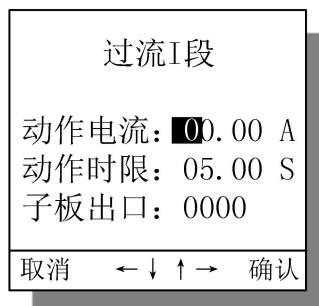

图 19 具体保护定值整定界面
- 2) 具体保护定值整定。在完成上一步后，用户可操作方向键[▲]、[▼]来移动光标到具体保护条目上，接着按[+]键进入具体保护定值整定界面。在定值整定界面，用户操作方向键[▲]、[▼]、[◀]、[▶]来移动光标到要调整的数值上，用[+]、[-]键来调整数值大小。本类型装置支持一次修改多个保护的定值。在具体保护定值整定界面调整完数值后，按[C]键返回具体保护定值选择界面，再重复2)步骤即可进行下一个保护的定值整定。具体保护定值整定界面图见图19，图仅作参考，不同型号装置可能稍有差别。